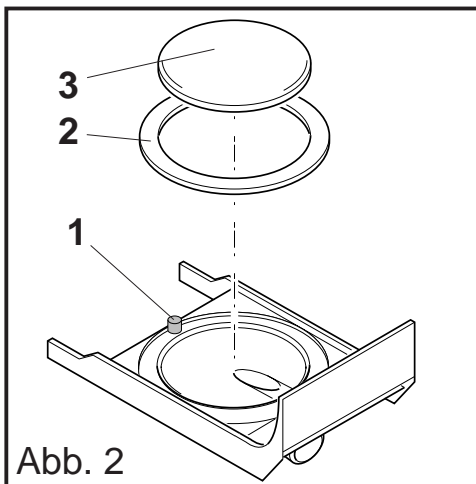

Abb. 2
- Mit dem Auswerferstift (1) den Dichtungsring (2) und die Siebplatte (3) herausdrücken. (Abb.2)
- Dichtungsring (2) und Siebplatte (3) in heißem Wasser reinigen. (Abb.2)
- Brühzylinder vorn unten anheben, aus der Verriegelung ziehen, nach unten absetzen und nach oben vorne herausnehmen. (Abb.2)
- Kolben (1) nach unten aus dem Brühzylinder (2) entfernen. (Abb. 2)